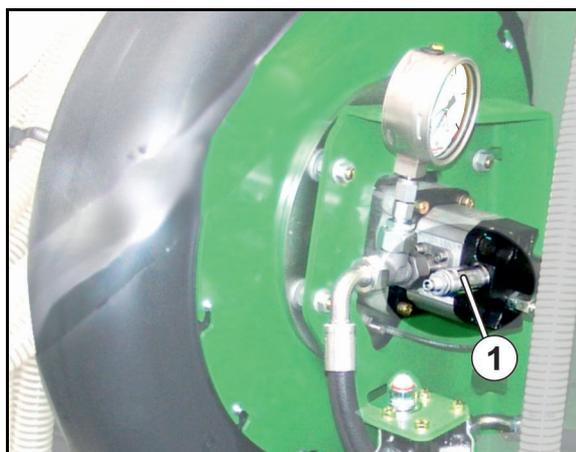

Fig. 94
9. Das Reibrad mit der Abdrehkurbel (Fig. 94/1) so lange in Pfeilrichtung drehen, bis alle Kammern der Dosierwalzen mit Saatgut gefüllt sind und ein gleichmäßiger Saatgutstrom in die Abdrehwanne fließt.